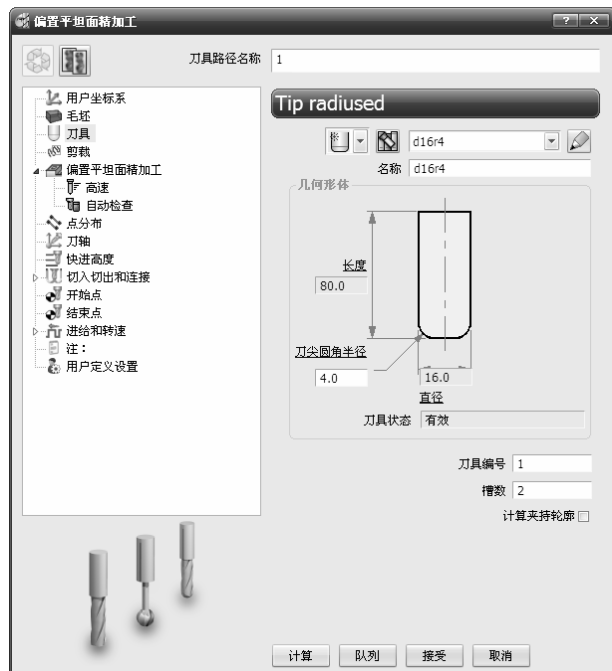

图 3-32 “偏置平坦面精加工”对话框
2) 在弹出的“偏置平坦面精加工”对话框中设置相关参数, 如图 3-32 所示。